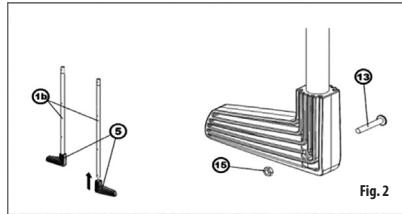

Fig.2
Introduisez les pieds (5) à l'extrémité correspondante (en fonction des trous percés) des tubes arrières (1b). Bloquez à l'aide des vis (13) et écrous correspondants (15). (**Fig. 2**)